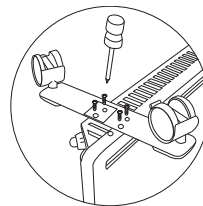

Рис. 8
- приложить планку опорной ножки к месту крепления на конвекторе так, чтобы выпуклая часть планки прилежала плотно к корпусу конвектора и находилась ближе к его задней стенке, винтовые отверстия должны совпасть (рис. 8)